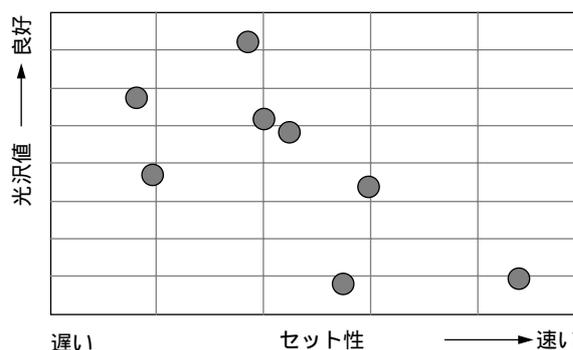

図 12 コート紙銘柄別セット性と光沢値との関係
**A** 種々の紙の銘柄をテストした結果、図 12 のようにセット性・光沢値にかなりのばらつきがあります。まず、印刷面のインキ被膜の光沢は、インキ自身の性能によるものが大きいのですが、それとともに紙自身の特性にもかなり影響を受けます。インキのセット性の良好な紙ほど光沢値が低くなる傾向にあり、特に棒積適性を付与したセットの速いインキ(最近増えつつあります)との組合せでは光沢が得にくく、かつセットが速くなりすぎて印刷途中から着肉が低下することがあります。また、逆にセットの遅いインキと紙の組み合わせでは、光沢は良好ですが裏つきが多発することがあります(セットの遅いイ